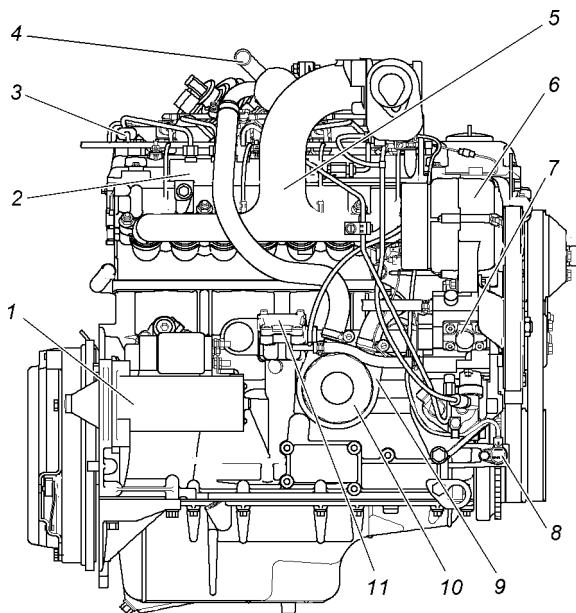

Рис. 9.12. Двигатель ЗМЗ-51432 (вид справа):
- заменить масляный фильтр 10 (см. рис. 9.12);